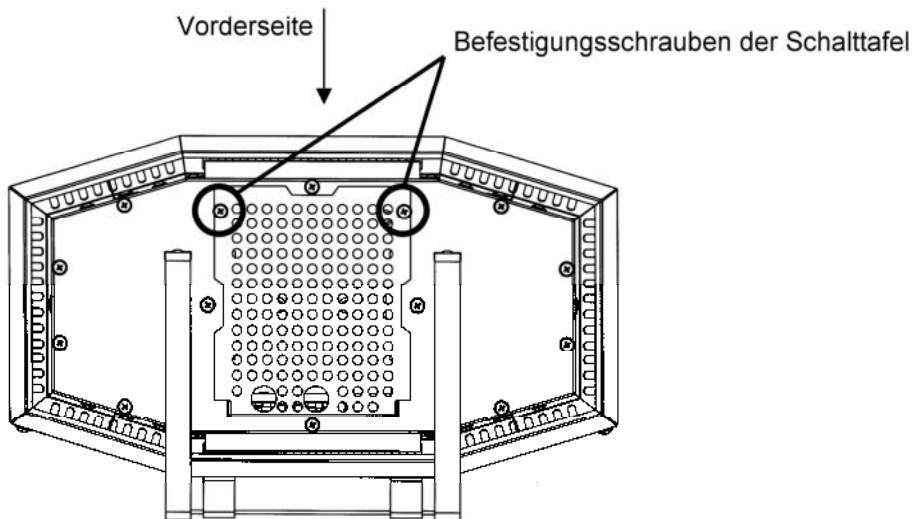

Fig.5
- Lösen der Schalttafel am Saunaofen. Dafür unten zwei Kreuzschlitzschrauben lösen (siehe Fig.5)